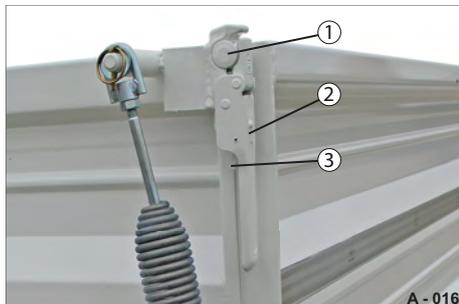
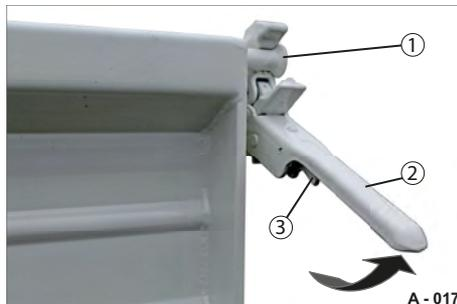

Abb. 18 Verschluss gesichert
Abb. 19 Verschluss entriegelt
- ▶ Drücken Sie die Verschluss-Sicherung (Abb. 18/3 & Abb. 19/3) ein und
- ▶ Ziehen Sie am Verschluss-Hebel (Abb. 18/2 & Abb. 19/2).
Der Lagerzapfen (Abb. 19/1) wird freigegeben.
- ▶ Drücken Sie den Verschluss-Hebel (Abb. 18/2) mit flacher Hand zu. Die Verschluss-Sicherung (Abb. 18/3) schnappt ein.
Der Lagerzapfen (Abb. 18/1) wird verriegelt.